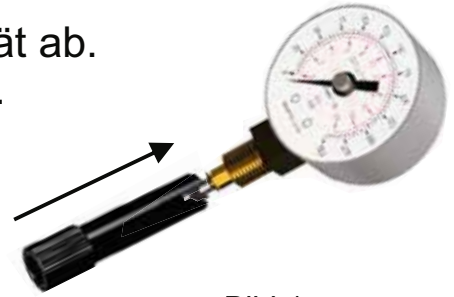

Bild 1
- 3 Bringen Sie den Nadelschutz so über der Nadel an, dass sein unteres Ende zum Gerät zeigt wie dargestellt (siehe Bild 1) und drücken Sie gegen die Nadel, um einen festen Sitz zu erreichen.